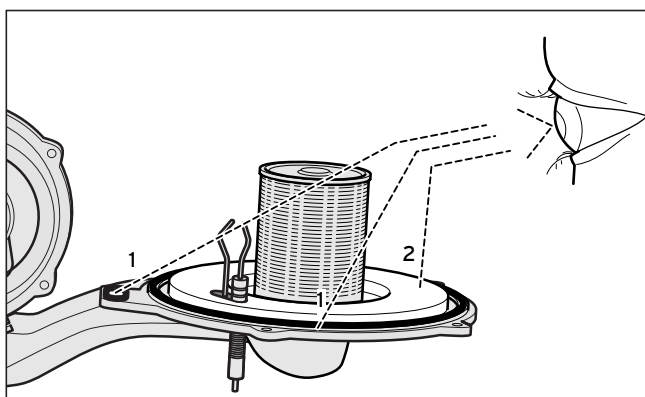

Fig. 7.2 Rinnovare le guarnizioni (1) e controllare l'isolamento della flangia del bruciatore (2)
Le due guarnizioni (1) sul modulo termico compatto (fig. 7.2) devono essere sostituite in occasione di ciascuna manutenzione. L'isolamento della flangia del bruciatore (2) sul modulo termico compatto (fig. 7.2) (ET 21-0734) non deve presentare alcun danno; altrimenti va sostituito anch'esso.
- Rinnovare le guarnizioni (1, fig. 7.2)